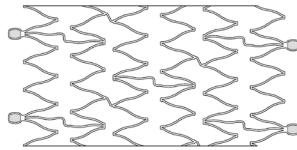

Abbildung 2 – Nitinol-Stent
- c) Remove the shipping lock (Figure 2).
- Implantierbarer selbstexpandierender Stent aus einer Nickel-Titan-Legierung (Nitinol), wie in Abbildung 2 gezeigt. Der Stent ist eine biegsame, dünne und spiralförmige Gewebeprothese, die ihren maximalen Durchmesser nach der Einführung in das Blutgefäß erreicht. Nach der Einführung vermittelt der Stent radial Kraft nach außen auf die Lumenoberfläche des Gefäßes, um Durchgängigkeit herzustellen.